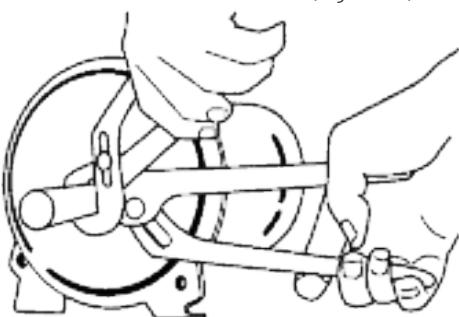

Figura 17: Retire el venturi
4. En los modelos de 1/2 HP, desenrosque el tubo venturi del impulsor. En los modelos de 3/4 y 1HP, el tubo venturi se enrosca en la carcasa de la bomba (figura 17).